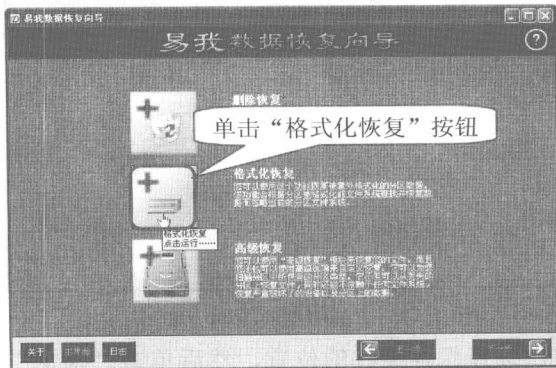

图 11-31 单击“格式化恢复”按钮
步骤① 运行“易我数据恢复向导”程序，打开“易我数据恢复向导”窗口，单击“格式化恢复”按钮，如图 11-31 所示。